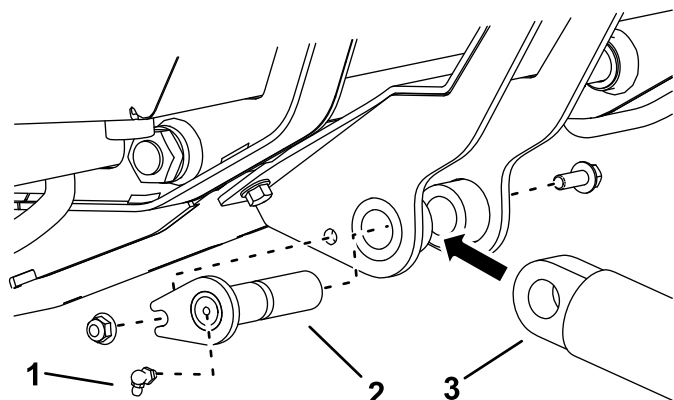

Рисунок 6
7. Присоедините свободный конец гидравлического цилиндра к опорному узлу цилиндра с помощью шарнирного стержня крепления цилиндра, болта (3/8 x 1 дюйм) и гайки (3/8 дюйма), как показано на Рисунок 6.
8. Вверните масленку для консистентной смазки в наконечник оси поворота, как показано на Рисунок 6.